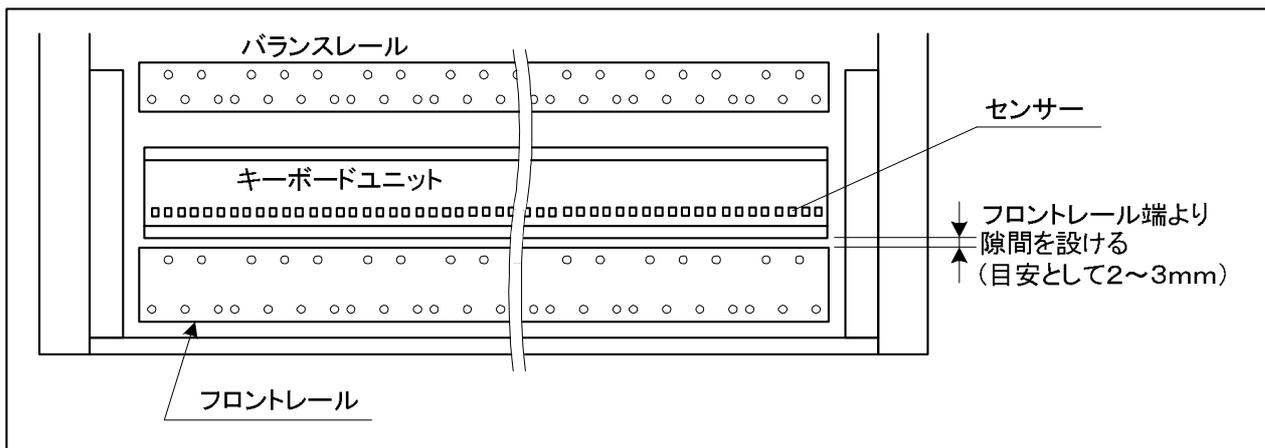

図3.3-3 キーボードユニットの取り付け
- (3) 図3.3-3の様に、センサー側を手前にして、フロントレールとバランスレールの間にキーボードユニットを載せ、高さ調整時にフロントレールの側面に接触しない程度の間隙（目安として2～3mm）を設けた位置に設置する。